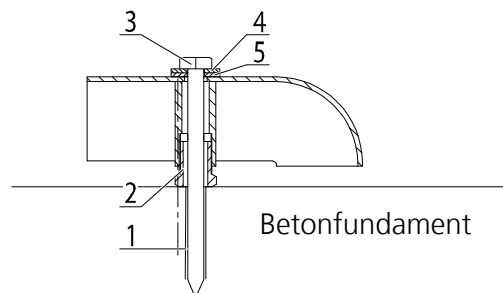

Abb. 9: Befestigungselemente
5. CHM 15k mit den mitgelieferten Scheiben und Befestigungsschrauben (siehe Abb. 9) auf dem Betonfundament zunächst locker vormontieren.